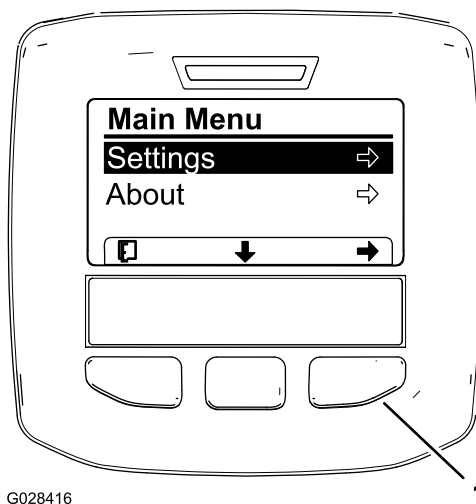
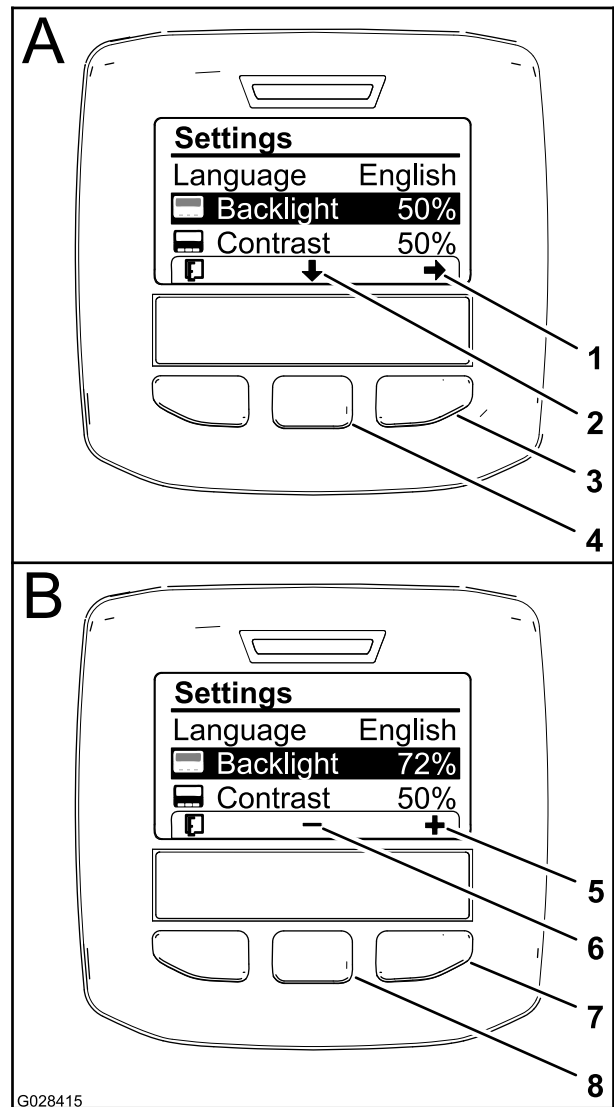

Figure 61
Figure 63
3. Appuyez sur le bouton de sélection central pour accéder au menu principal (Figure 61).
- Appuyez sur le bouton de sélection gauche pour sauvegarder votre ou vos choix, quitter le menu Réglages et retourner au menu principal (Figure 61).
- Pour régler l'intensité du rétroéclairage, appuyez sur le bouton de sélection central (situé sous la flèche vers le bas dans l'affichage) pour sélectionner l'option de réglage du rétroéclairage (Figure 63).
- Appuyez sur le bouton de sélection droit pour afficher le menu contextuel de réglage de la valeur (Figure 63).
- Utilisez les boutons de sélection droit et central pour modifier la luminosité de l'affichage (Figure 63).
- Appuyez sur le bouton de sélection gauche (situé sous l'icône de liste dans l'affichage) pour sauvegarder votre sélection, quitter le menu Rétroéclairage et retourner au menu Réglages (Figure 63).
- Pour régler le contraste de l'affichage, appuyez sur le bouton de sélection central (situé sous la flèche vers le bas dans l'affichage) pour sélectionner l'option de réglage du contraste (Figure 63).
- Appuyez sur le bouton de sélection gauche (situé sous l'icône de liste dans l'affichage) pour sauvegarder votre sélection, quitter le menu Contraste et retourner au menu Réglages (Figure 63).
- Appuyez sur le bouton de sélection gauche pour quitter le menu Réglages et retourner au menu principal (Figure 61 et Figure 63).
- Appuyez sur le bouton de sélection gauche pour retourner à l'écran d'accueil (Figure 63).